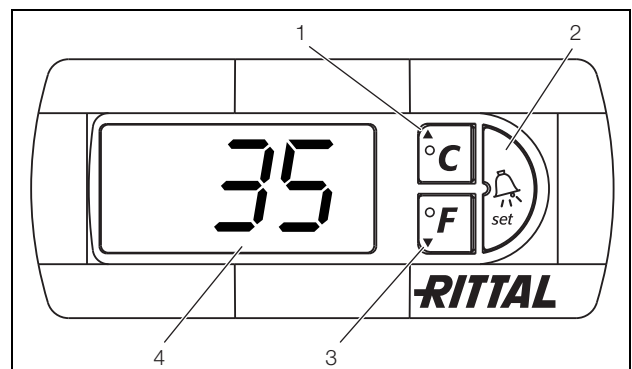

Fig. 14: e-Comfortcontroller
Das Kühlgerät arbeitet automatisch, d. h. nach Einschalten der Stromversorgung läuft der Verdampferventilator (siehe Abb. 2) an und wälzt die Schrankinnenluft um. Verdichter und Verflüssigerventilator werden durch den e-Comfortcontroller geregelt. Der e-Comfortcontroller verfügt über eine 7-Segment-Anzeige (Abb. 14, Pos. 4). Auf ihr wird nach dem Einschalten der Stromversorgung zunächst für ca. 2 Sek. die aktuelle Softwareversion angezeigt. Danach eine voreingestellte Option (z. B. t10) bzw. die Temperatur.
Die Programmierung des Gerätes nehmen Sie über die Tasten 1 – 3 (Abb. 14) vor. Die Parameter dazu erscheinen ebenfalls in der Anzeige.
- Drücken Sie gleichzeitig die Tasten 1 und 2 (Abb. 14) für mind. 5 Sek.
Mit den Tasten 1, 2 und 3 (Abb. 14) können Sie 24 Parameter innerhalb der vorgegebenen Bereiche (Min.-Wert, Max.-Wert) verändern.